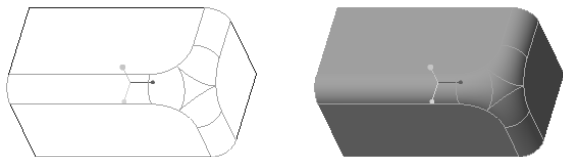

图 6-114 修改过渡类型后的倒圆角效果
- 7) 单击“倒圆角”选项卡中的 （完成）按钮，最后得到的效果如图 6-114 所示。